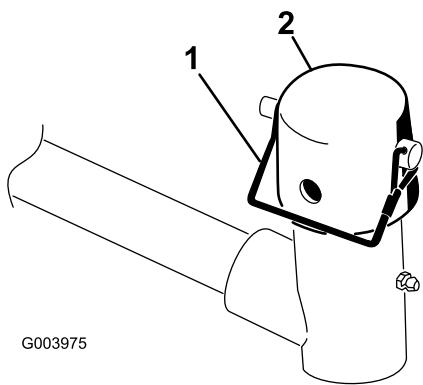

図 9
7. 昇降アームのピボット・ヨークからスナッパ・ピンとキャップを取り（図 9）。
11. スナッパ・ピンを使って、キャップとキャリア・フレームのシャフトとを昇降アームのヨークに固定する。カッティングユニットをステアリング・モードで使う場合はスロットルを使い、固定モードで使用する場合には、穴を使う（図 9）。